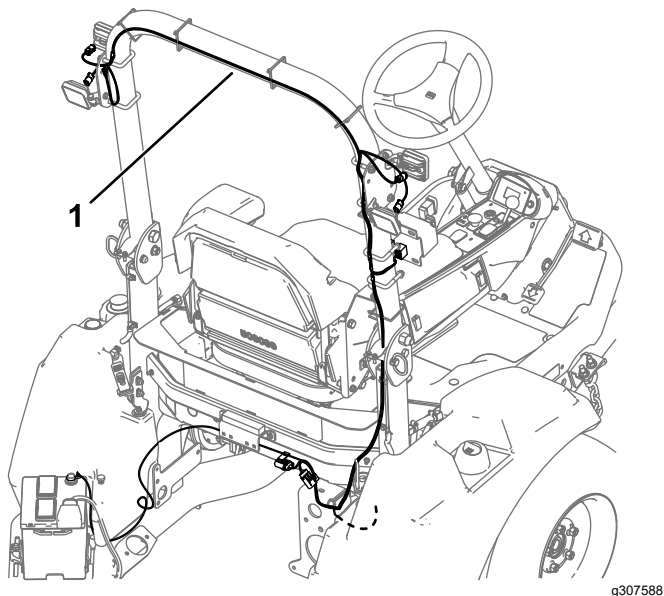

Figure 5
1. Acheminez le faisceau électrique des feux de travail et fixez-le légèrement sur l'arceau de sécurité à l'aide de longs attache-câbles, comme montré à la Figure 5.